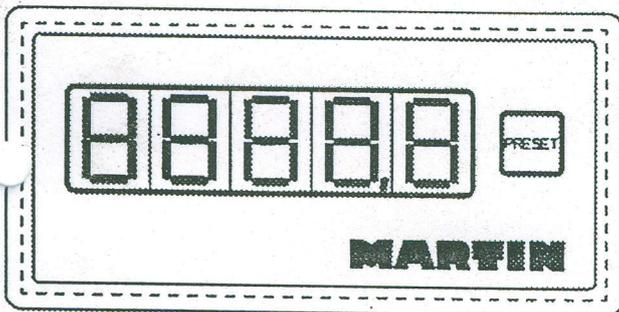

Bild 4.13
- Das Eichen (Rücksetzen) der Digitalanzeige(n) auf Stellung "0000,0" erfolgt durch Drücken der PRESET - Taste (Bild 4.13) ca. 5 Sekunden lang. Es erscheint "SET" in der Anzeige, PRESET - Taste loslassen, die Anzeige springt auf Nullstellung.